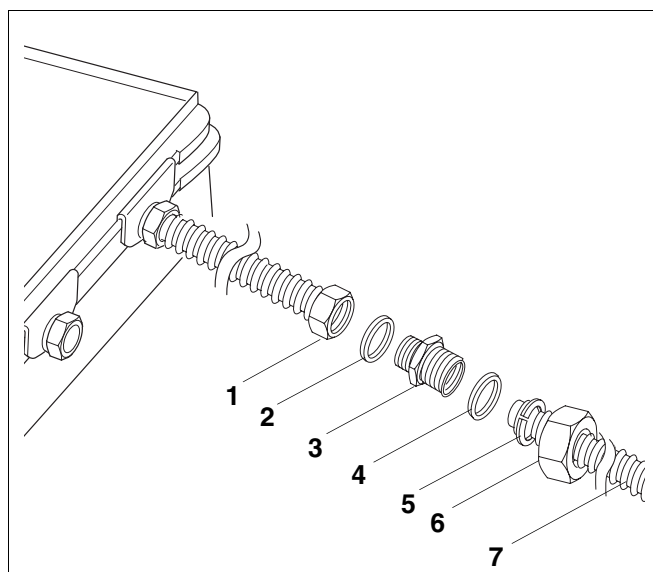

Fig. 2 Montaggio del tubo flessibile ondulato in acciaio inox all'attacco di mandata
- Inserite le guarnizioni (fig. 2, **pos. 2 e 4**) come mostrato nella figura.
- Avvitare la riduzione $R\frac{3}{4} \times R1$ (fig. 2, **pos. 3**) nel dado di raccordo della tubazione di collegamento (fig. 2, **pos. 1**)
- Avvitare il dado di raccordo Rp1 (fig. 2, **pos. 6**), premontato sul tubo flessibile ondulato in acciaio inox (fig. 2, **pos. 7**), alla riduzione $R\frac{3}{4} \times R1$ (fig. 2, **pos. 3**).